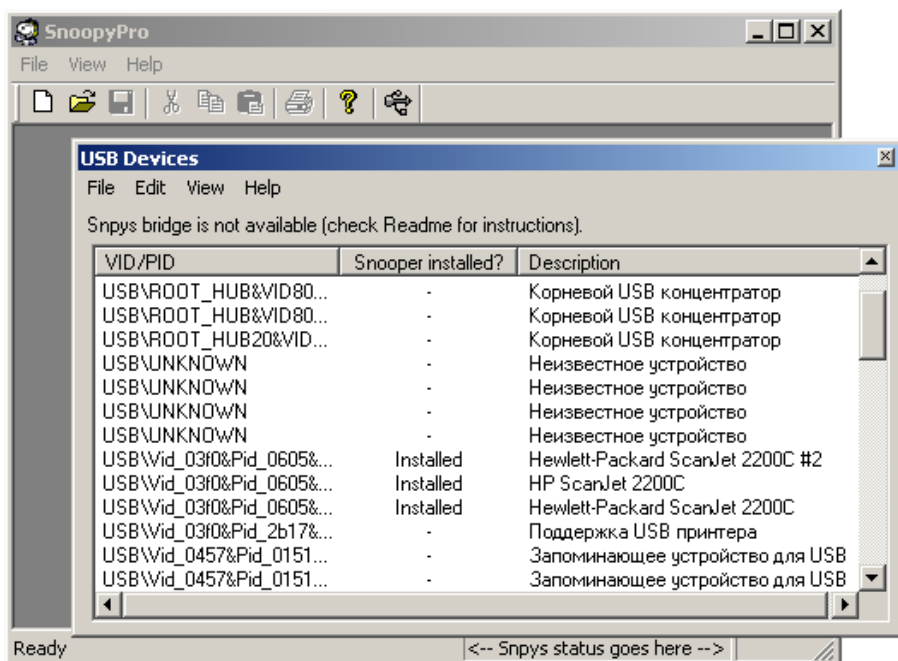

Рис. 1
5.5. Запустить программу SnoopyPro. Выбрать пункт меню «View» → «USB Devices» (или нажать клавишу F2). Откроется окно USB Devices (см. рис. 1).